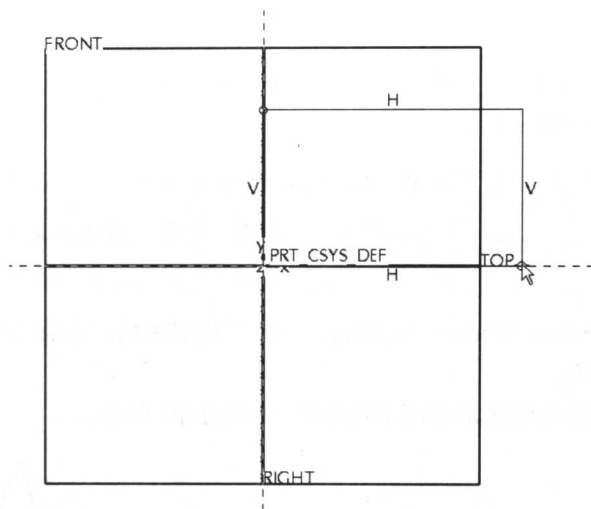

图 1-13
- (9) 单击鼠标中键, 使 References 对话框消失, 再在特征工具栏中, 单击  图标, 在草图环境中, 绘制一个长方形, 如图 1-13 所示。